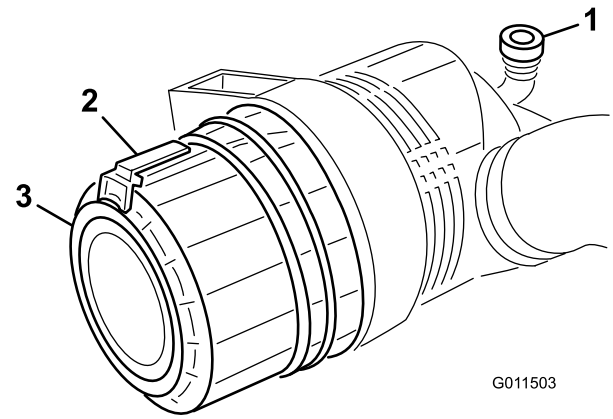

Figure 52
2. Tirez le verrou vers l'extérieur et tournez le couvercle du filtre à air dans le sens antihoraire (Figure 52).